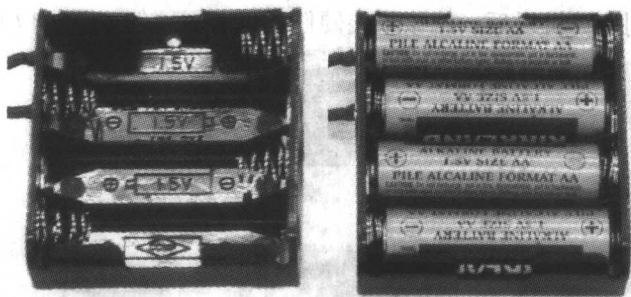

图 1.20 电池组极性指示（左）和正确插装（右）图示
- 按照图 1.20 所示，每一个电池放到电池盒中时，都要按照塑料盒子里面标记有电池极性 (“+” 和 “-”) 的方向装入。